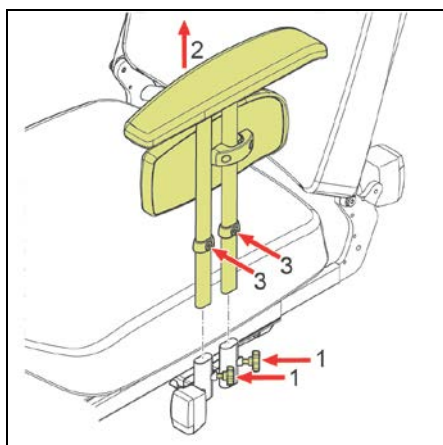

Figure 6.3
#### Transfert par le côté (fig. 6.3)
- Tourner le bouton afin de déverrouiller l'accoudoir (fig. 6.3).
- Soulever l'accoudoir pour le libérer de son support (fig. 6.3).